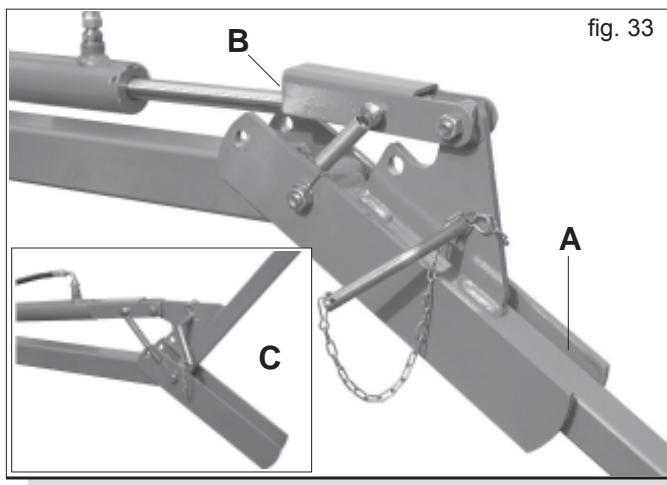

fig. 33
- 3) Die öldynamische Anlage einschalten, indem die Eggearme an den Endanschlag gebracht werden (A, Abb. 33).
- 5) Sicherstellen, dass der Feststellbügel korrekt am Zylinderschaft positioniert wurde (B, Abb. 33).
Dieser letztere Eingriff erlaubt es, beim Umkehren am Kehrein oder bei allen anderen Manövern mit vom Boden abgehobener Maschine auch die Saatgutabdeckkegge teilweise anzuheben (C, Abb. 33) und diese beim Absenken der Sämaschine korrekt zu positionieren.